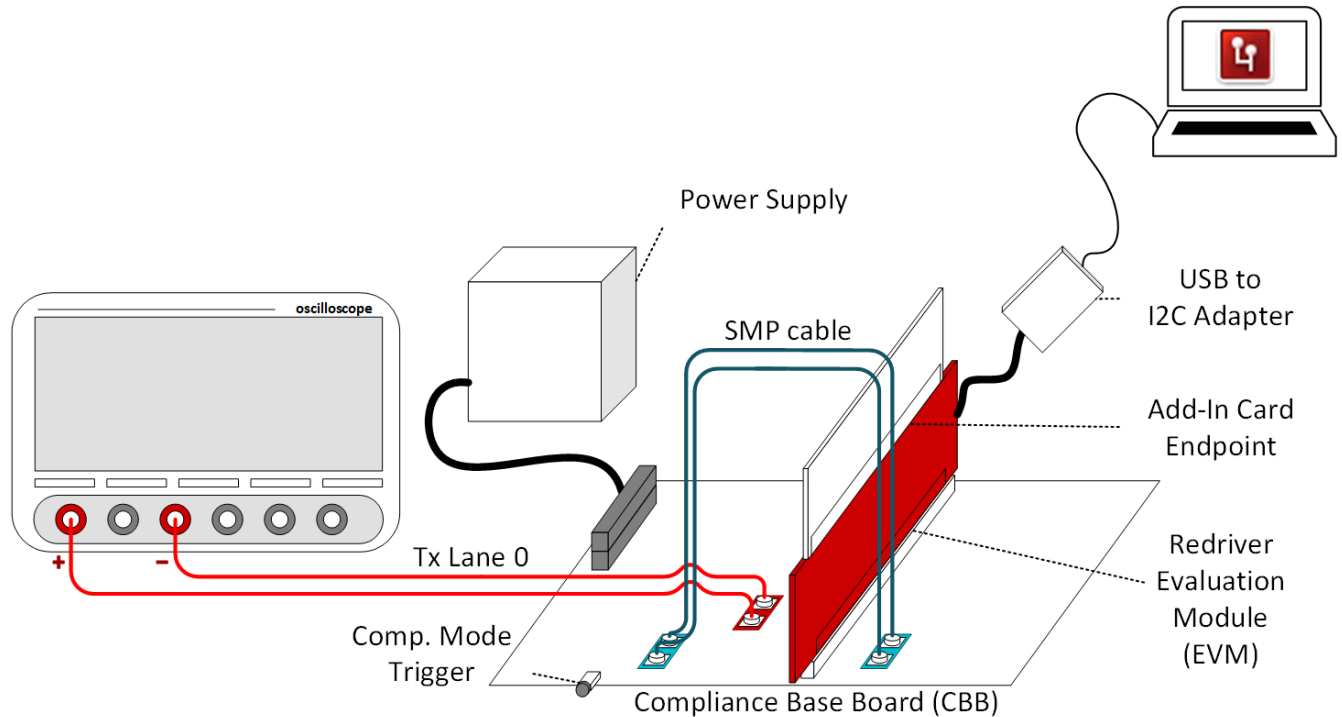

图 4-1. PCIe TX 合规性设置
本节重点介绍了 PCIe 合规性期间的眼图扫描细节。图 4-1 中直观地呈现了典型的 PCIe TX 合规性设置，其中使用了德州仪器 (TI) PCIe Gen5.0 转接驱动器评估模块 (EVM) 和支持 PCIe Gen5.0 的插入卡 (AIC) 端点进行测试和眼图扫描捕获。